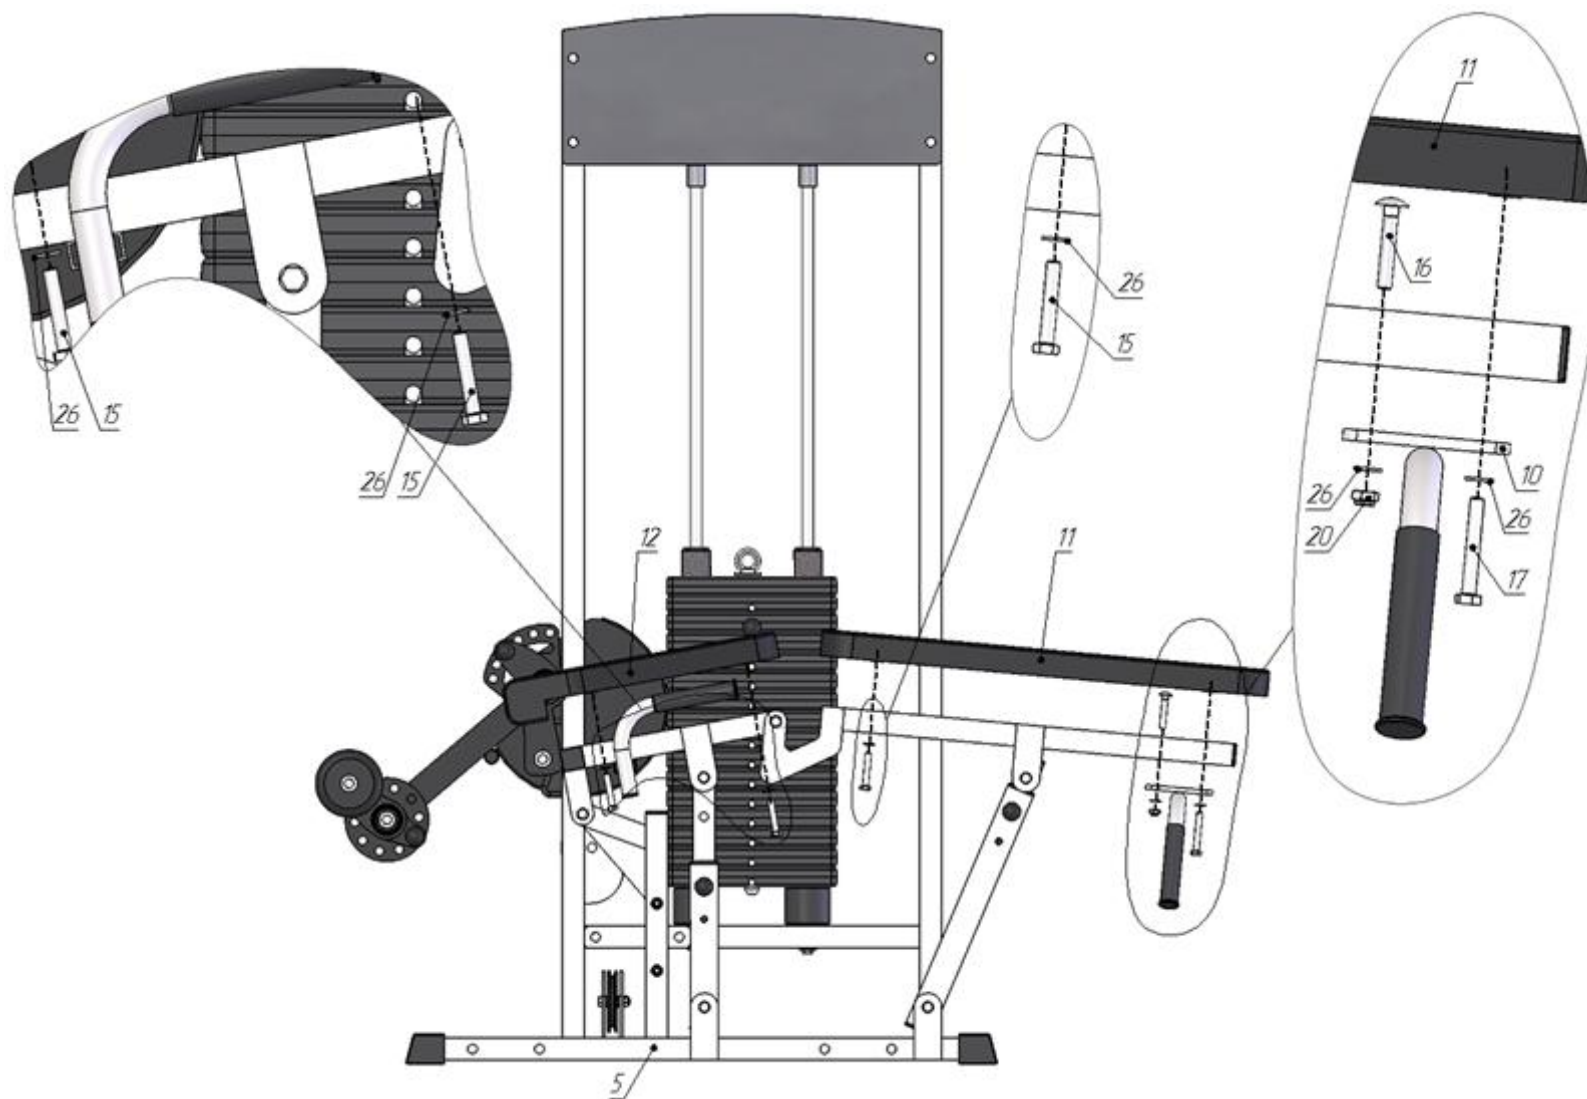

Рис.4
4. К регулируемой раме (5) прикрутите упорные ручки (10) комплектами крепежа: а) болт М10х60 с квадратным подголовком (16), шайба D10 (26), гайка М10 (20); б) болт М10х70 (17), шайба D10 (26). Обратите внимание, что болт М10х70 (17) также является креплением для узкой части спинки (11); креплением более широкой части спинки служит болт М10х60 (15) и шайба D10 (26). Затем прикрутите сиденье (12) комплектом крепежа: болт М10х60 (15), шайба D10 (26) (рис.4).